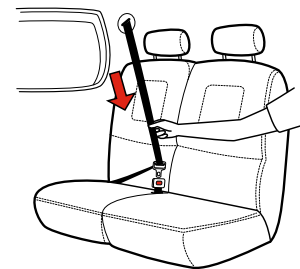
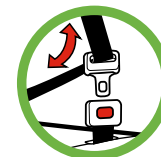

Figure 39
Figure 40
- La ceinture baudrier est montée sur un enrouleur qui tire automatiquement la ceinture lorsqu'elle est relâchée, tel qu'illustré dans la **Figure 39**. Le loquet coulissant glisse librement le long de la sangle de la ceinture de sécurité du véhicule, tel qu'illustré dans la **Figure 40**.